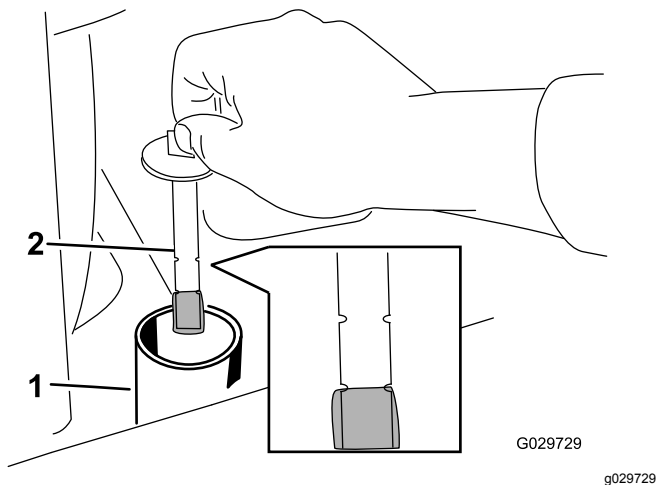

Bild 65
6. Entfernen Sie den Deckel des Hydraulikbehälters und den Peilstab (Bild 65).